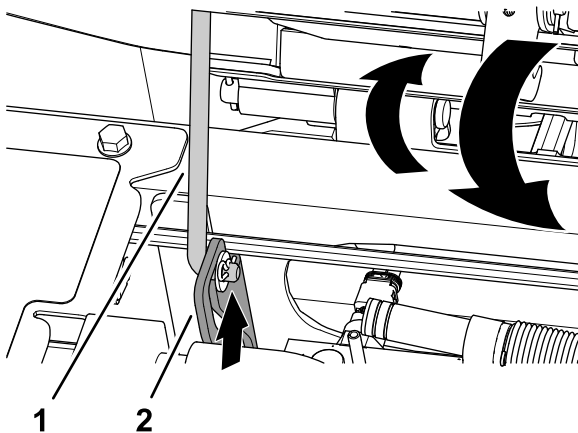

Figura 102
1. Gire el asiento un poco y levante la varilla de sujeción para retirarla de la ranura del soporte del asiento (Figura 102).